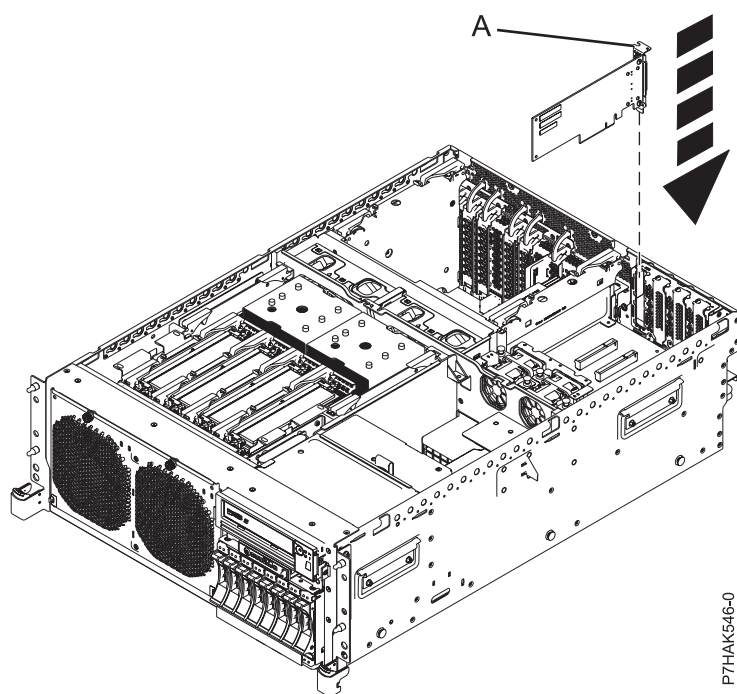
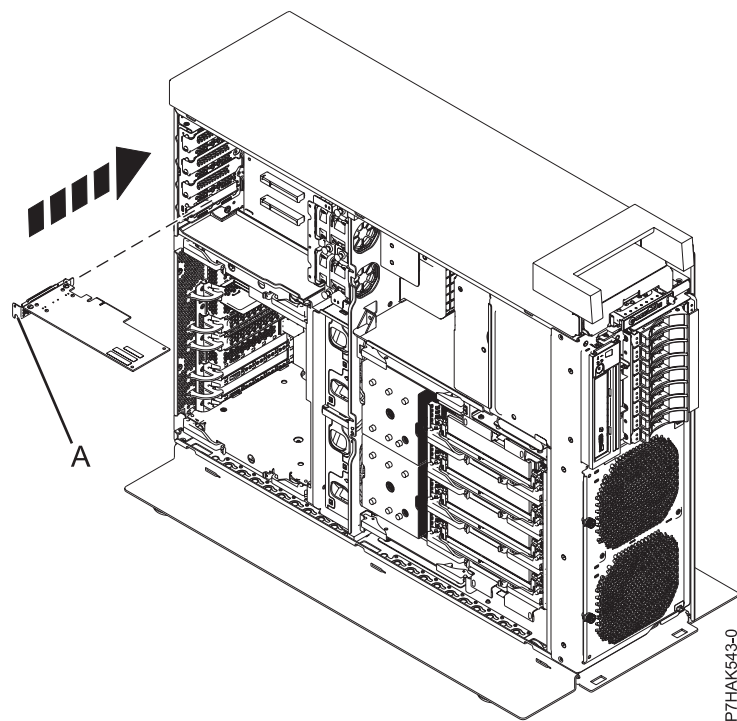

Figura 4. Instalar um adaptador PCI num riser de expansão de unidade do sistema instalada em bastidor
Figura 5. Instalar um adaptador PCI num riser de expansão da unidade do sistema autónoma
18. Caso o sistema tenha um riser de expansão, poderá pressionar o adaptador PCI de baixo perfil para a respectiva ranhura ao orientá-lo para a posição correcta através do contraponto (A) e, em seguida, pressionando o adaptador para a respectiva ranhura, conforme demonstrado em Figura 4 na página 7 e Figura 5 na página 7.